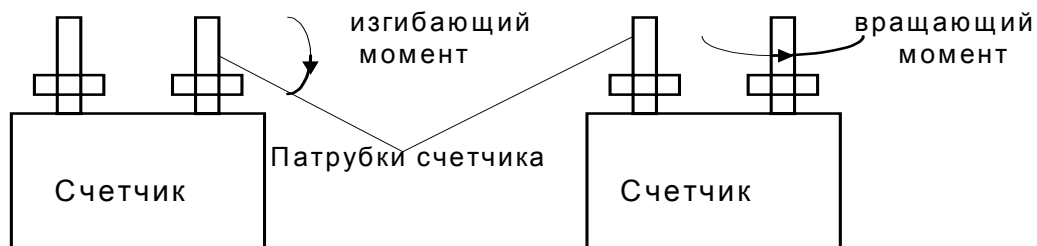

Рис. 2
- 5.9. При установке счетчика изгибающий момент, который может возникнуть на патрубках счетчика вследствие деформации трубопровода, не должен превышать 110 Н·м (см. рис. 2).